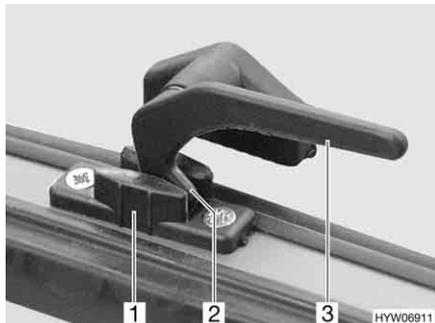

Bild 74 Verriegelungshebel in Stellung "Dauerbelüftung"
- in Stellung "Dauerbelüftung" (Bild 74)
- Alle Verriegelungshebel (Bild 74,3) eine viertel Umdrehung zur Haubenmitte hin drehen.
- Alle Verriegelungshebel wieder zurückdrehen. Die Verriegelungsnase (Bild 74,2) dabei in die Aussparung der Haubenverriegelung (Bild 74,1) einfahren.